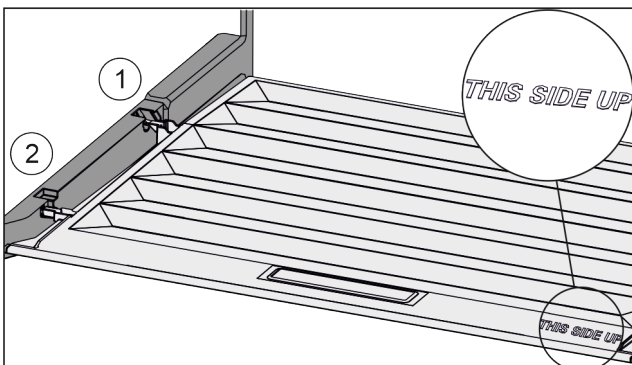

Fig. 116
- ▶ Dekselranden via de opening van de achterste houder Fig. 116 (1) aanbrengen en van voren in de houder Fig. 116 (2) klikken.